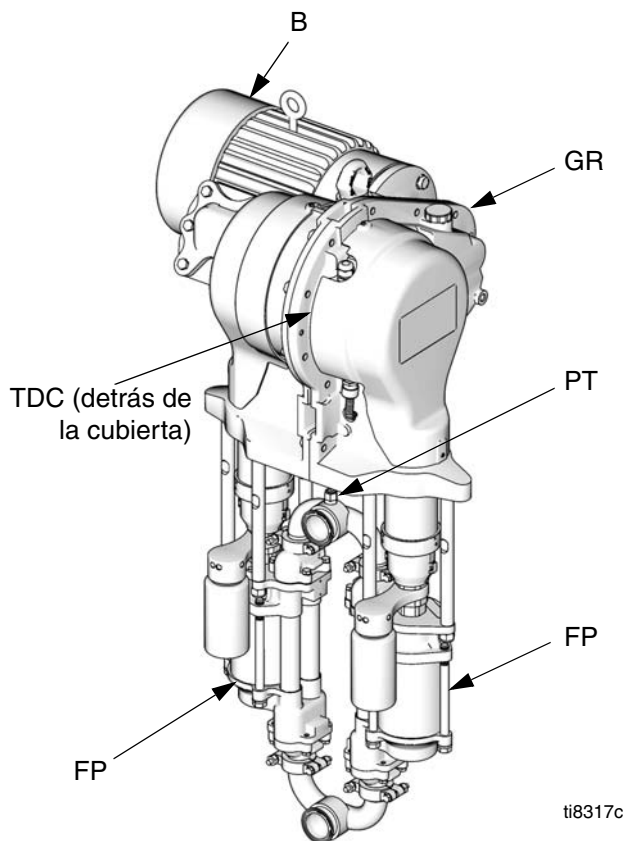

FIG. 1. Bomba de circulación eléctrica E-Flo
Un motor eléctrico (B) proporciona la entrada a un reductor de engranajes de 75:1 (GR), que acciona dos bombas de fluido (FP). Vea la FIG. 1. Las posiciones de carrera de las dos bombas están desfasadas para lograr un caudal uniforme del conjunto de la bomba. Vea la FIG. 2.